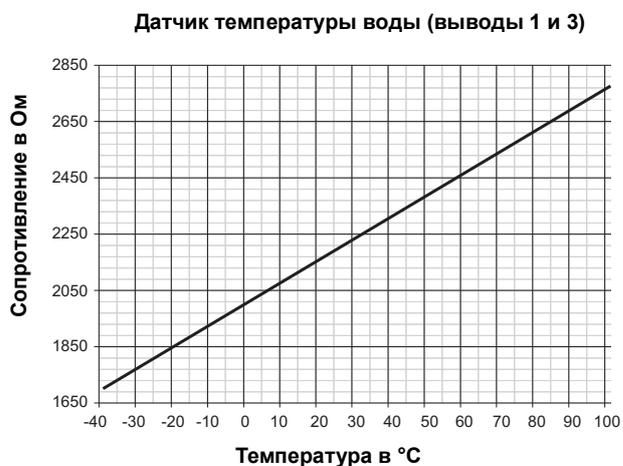
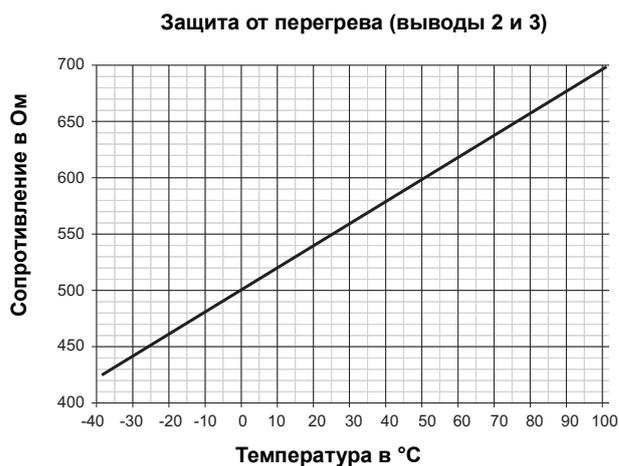

Рис. 503
Рис. 504
- Проверка электрооборудования с помощью прибора для измерения сопротивления. Значения датчика температуры воды и защиты от перегрева должны соответствовать представленным на графиках (Рис. 503 и Рис. 504). Измерение сопротивления предпочтительно проводить при постоянной температуре, равной 20 °С и примерно 100 °С (погрузить датчик в кипящую воду до медного уплотнительного кольца). Датчик должен находиться под воздействием температуры в течение примерно 20 секунд до считывания значения. Допускается погрешность измерения ± 5 °С в условиях мастерской.